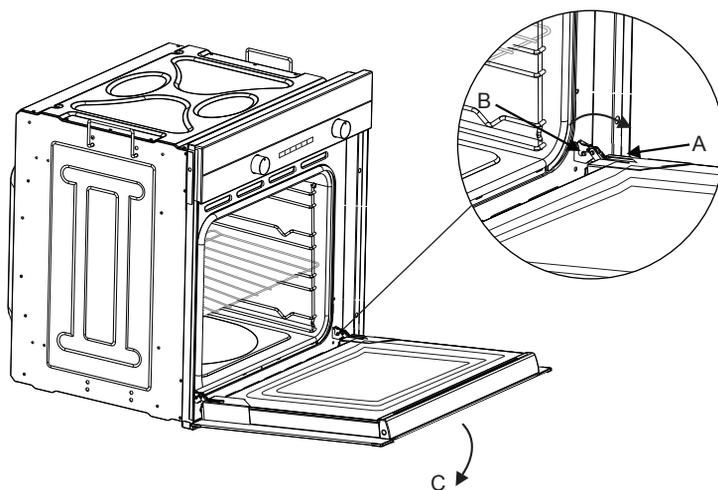

FIG. 2
**Démonter la porte du four (Fig. 2)**
- > Ne pas oublier de tourner les deux loquets "B" utilisés pour fixer les charnières avant de refermer la porte (Fig. 2).